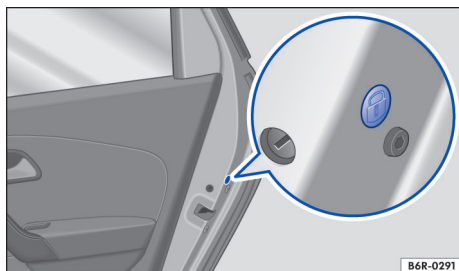

Fig. 60 Na porta traseira: travamento de emergência, coberto por uma vedação de borracha.
- Remover a vedação de borracha  na lateral da porta → Fig. 60.